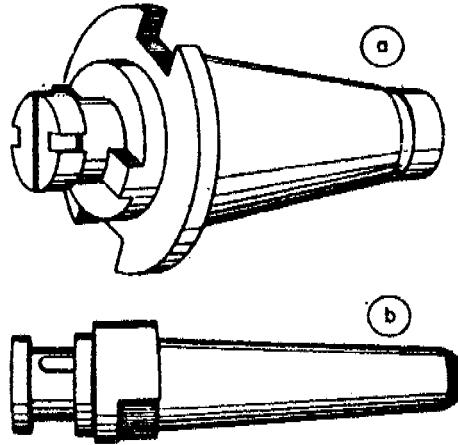

Figura 5
- Para fresas con chavetero transversal ( Figura 5 - a )
- Para fresas con chavetero longitudinal ( Figura 5 - b )